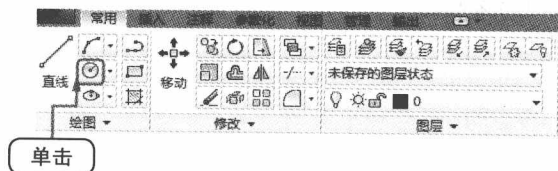

图1-3 单击【圆】命令
(1) 绘制圆。单击【常用】选项卡【绘图】面板中的【圆】^②命令^③，如图1-3所示，以原点为圆心，绘制半径分别为7mm和12mm的两个圆。